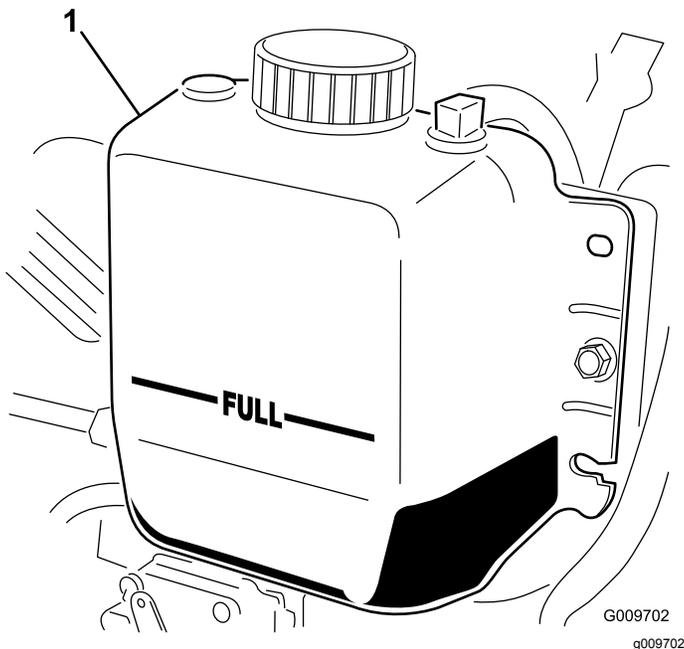

Figure 19
2. Vérifiez le niveau du liquide de refroidissement dans le radiateur. Le radiateur doit être rempli jusqu'en haut du goulot de remplissage et le vase d'expansion jusqu'au repère maximum (Figure 19).